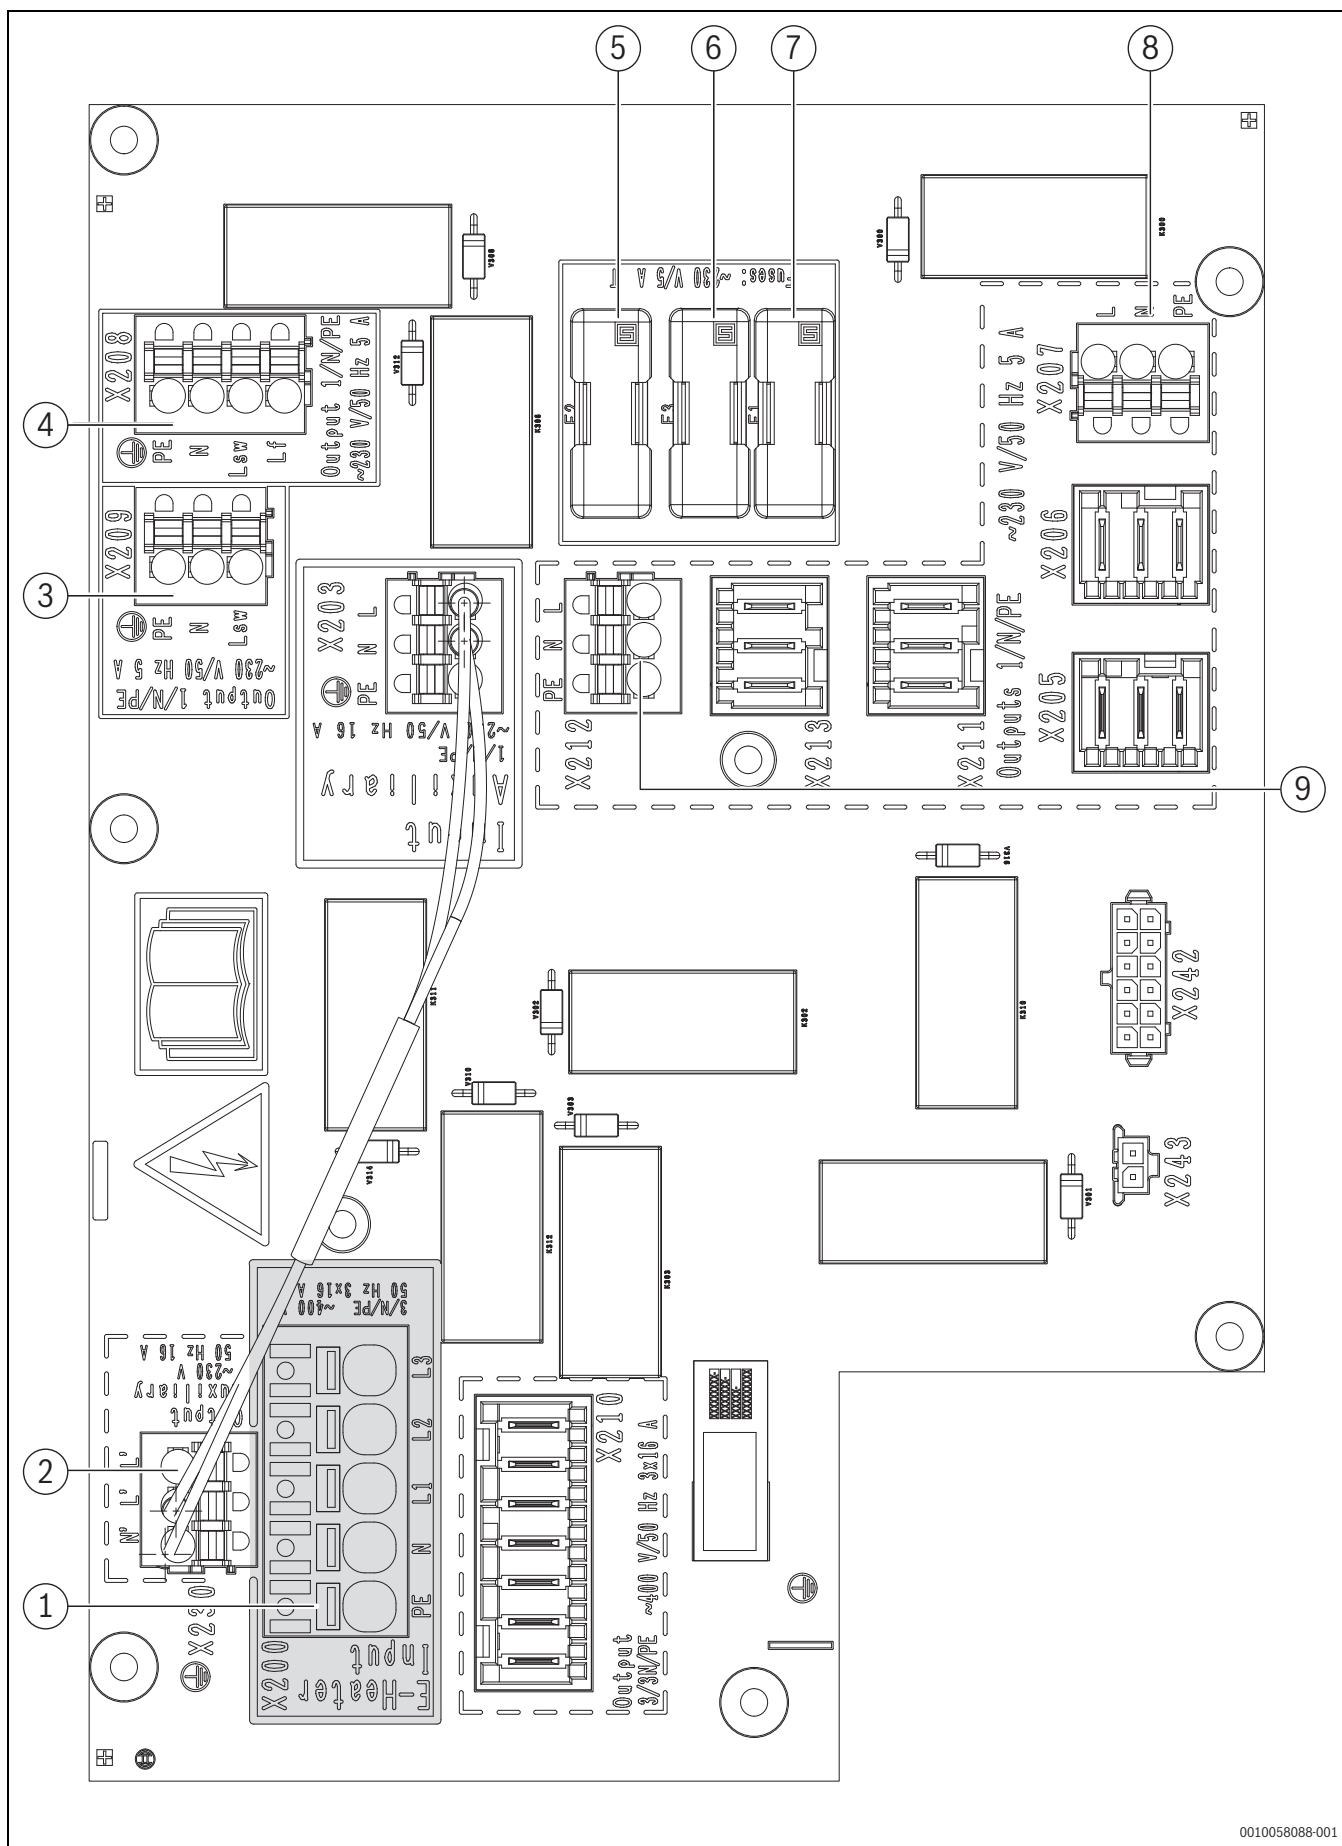

**Bild 38** Kabelführung im Klemmenkasten (Netzanschluss, Zubehör und Kleinspannung)
- Netzkabel (zur Stromversorgung des elektrischen Zuheizers) mit Kabelhalter [3] sichern (→ Abb. 38, Seite 32) und an Anschlussklemme **X200** anschließen.
- ▶ Netzkabel (zur Stromversorgung des elektrischen Zuheizers) mit Kabelhalter [3] sichern (→ Abb. 38, Seite 32) und an Anschlussklemme **X200** anschließen.